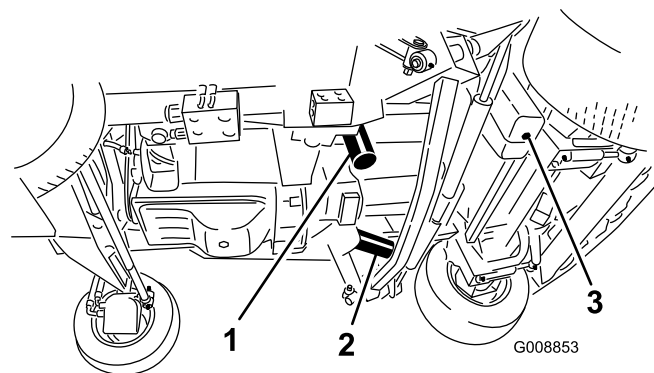

Bild 86
3. Nehmen Sie die Ablassschraube unten am Behälter ab und lassen Sie die Hydraulikflüssigkeit in die Auffangwanne ablaufen (Bild 86). Schrauben Sie die Ablassschraube wieder fest ein, wenn keine Flüssigkeit mehr austritt.
4. Reinigen Sie die Kontaktfläche um den Filter. Stellen Sie eine Auffangwanne unter den Filter und entfernen den Filter (Bild 86).